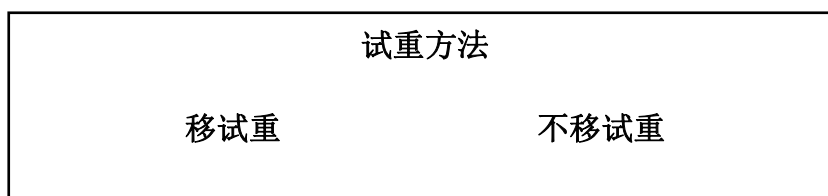

图 4-12
输入所加试重的大小 P 及位置 φ_p （试重相对于磁钢标志逆转速方向所转过的角度）。按|执行|键，屏幕显示如图 4-12。
(7) 在图 4-12 中，“移试重”或“不移试重”的选择，应根据具体的动平衡工艺而定。对于试重焊接在转子上的情况，只能选择“不移试重”；而对于采用螺钉连接等非永久连接方式固定的试重，则可以选择“移试重”。